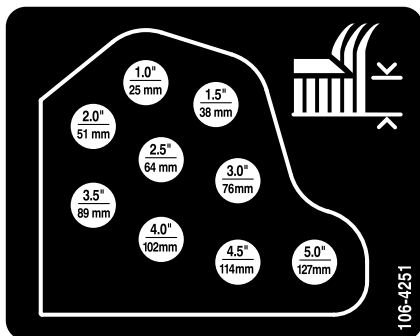

Figura 21
11. Monte las cadenas de altura de corte en el taladro de altura de corte deseado con el pasador y el pasador de horquilla (Figura 21).